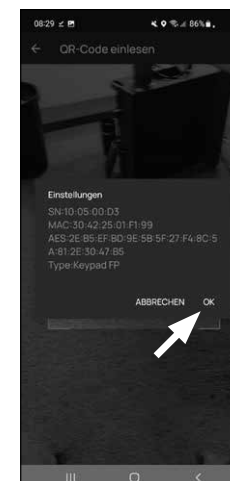

Fig. 9
- 12 Dopo aver effettuato la lettura del codice QR, appare un messaggio con i dati del cilindro, confermarli in basso a destra con *"OK"* (Fig. 9).